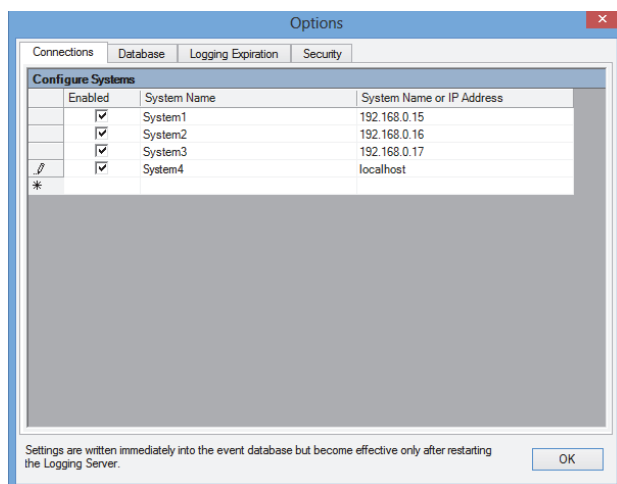

figura 58.7: Adicionar um sistema (2)
- 2 Clique no campo *System Name* e introduza o nome do sistema ao qual o *Logging Server* tem de ser ligado. O nome pode conter até 16 caracteres. Por exemplo, *System 4* (consulte a figura 58.7).